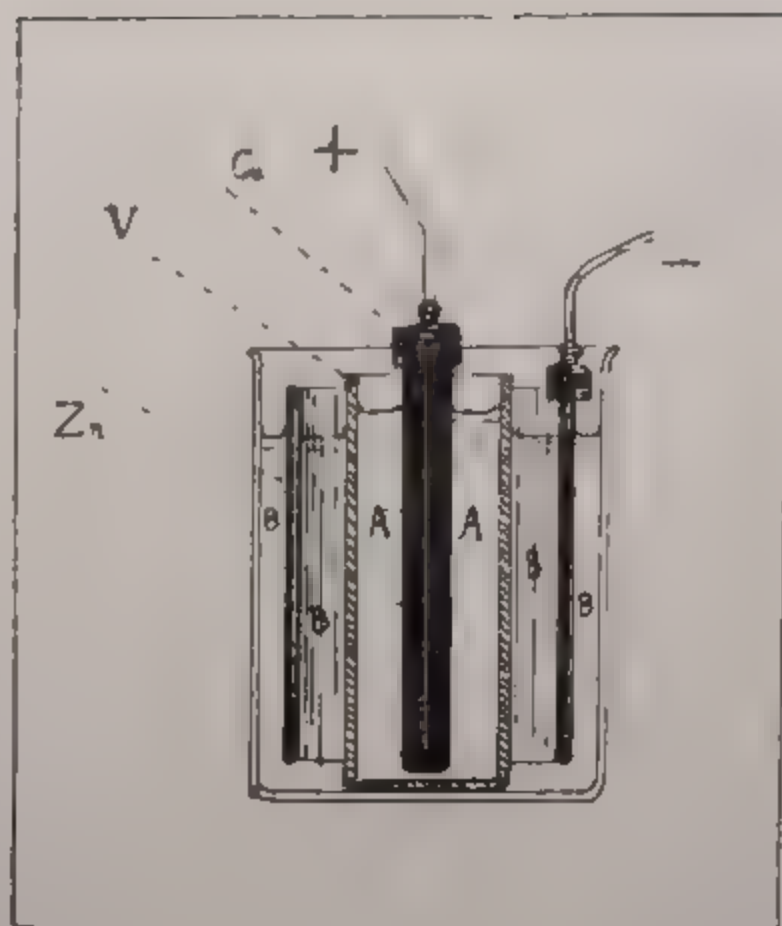

Fig. 220. — Pila di Daniell.
a) la *Pila di Daniell*. È una pila di Volta in cui l'anodo si trova immerso in una soluzione di solfato di rame contenuta in un vaso poroso immerso a sua volta nell'acido solforico (fig. 220). L'idrogeno che si sviluppa sul polo positivo viene sciolto dal solfato di rame che deposita *altro rame* sul polo positivo di *rame*. Il polo positivo continua dunque nella sua funzione senza alterarsi, e cresce anzi di spessore. La f. e. m. di una pila di Daniell è di circa 1,08 volta.